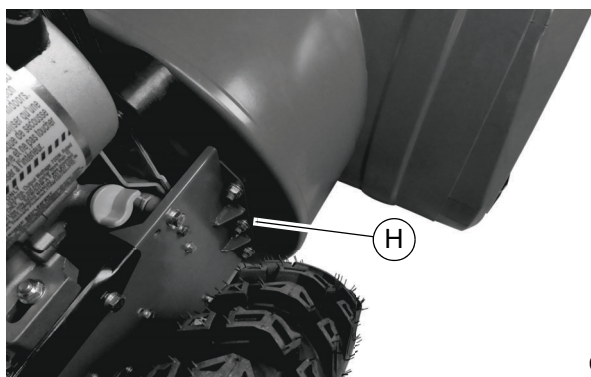

Figura 4-9. Retiro de las contratuercas de la caja de transmisión del lado derecho
5. Consulte la **Figura 4-9**. Retire las tres contratuercas (H) del lado derecho de la caja de transmisión con una llave de 13 mm.